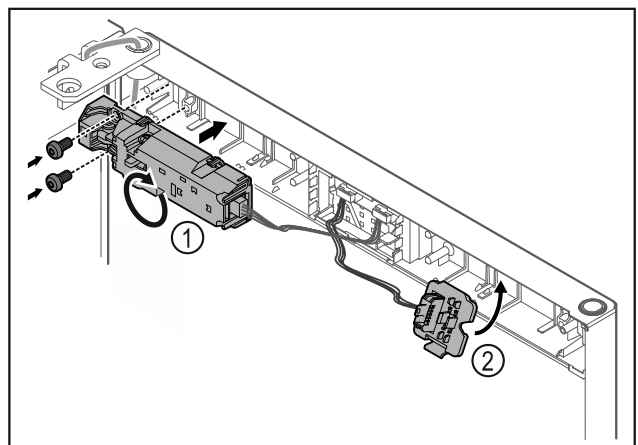

Fig. 16
- ▶ Otočte diaľkový zámok Fig. 16 (1) o 180° a upevnite ho na opačnej strane.
- ▶ Zaisťte držiak zástrčky Fig. 16 (2) na opačnej strane.